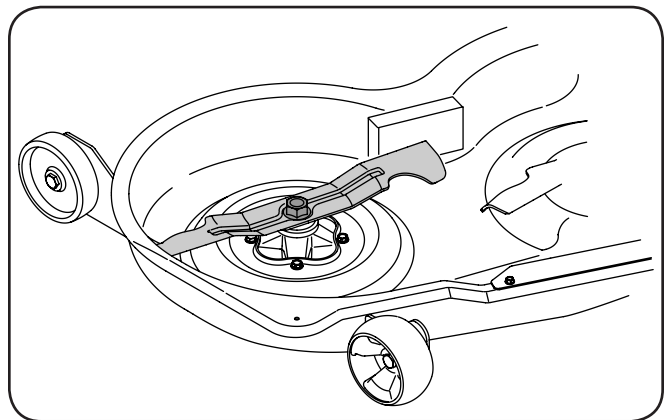

Figura 7-6
2. Coloque un bloque de madera entre el deflector del alojamiento central de la plataforma y la cuchilla de corte, para que actúe como estabilizador. Vea la Figura 7-6.
3. Extraiga la tuerca de brida hexagonal que asegura la cuchilla al montaje del husillo. Vea la Figura 7-6.